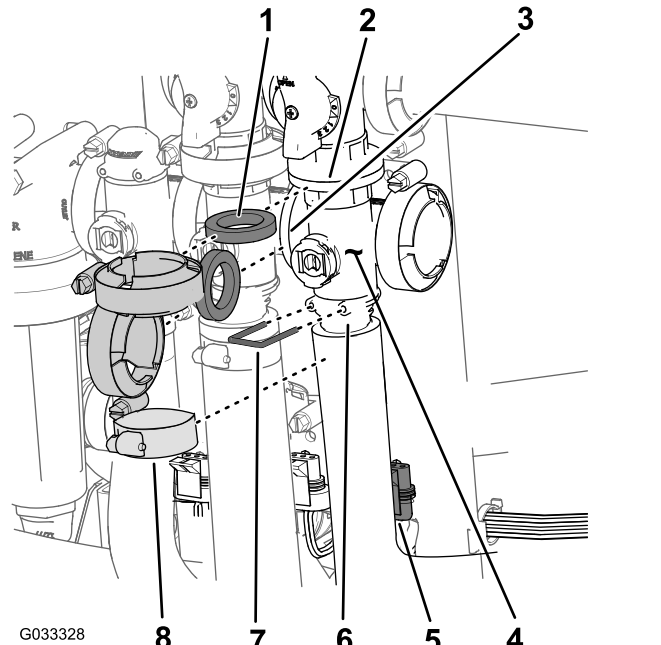

图 71
2. 拆下将出口接头固定至主喷洒臂段阀歧管的卡环 图 71。
1. 拆下将主喷洒臂段阀歧管 图 71 固定至主喷洒臂段旁通阀、搅拌阀和主喷洒臂段歧管阀在流量计的软管末端的夹具和垫片。